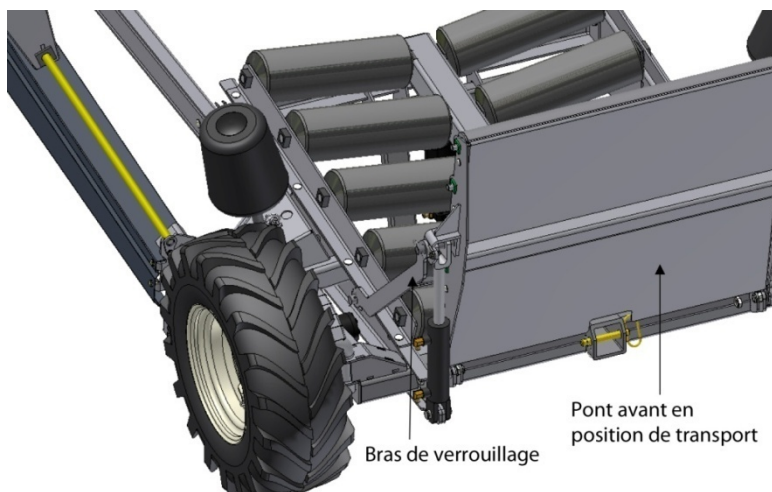

Figure 7 – Verrouillage du pont avant en position de transport
1. Soulevez le pont avant (Figure 7) jusqu'en haut avec le levier (Figure 2).
2. Soulevez le bras de verrouillage du pont avant et placez-le pour qu'il retienne le pont avant en position haute (Figure 7).
3. Insérez la goupille pour fixer le bras de verrouillage au pont avant (Figure 7).